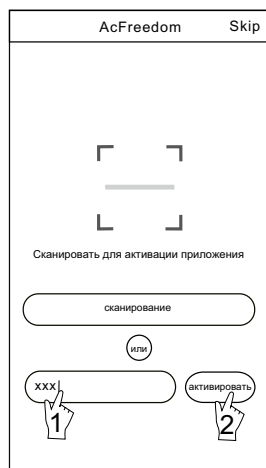

Рис. 4
2. Введите код активации (6364d) в поле с подсказкой «Введите код активации» (см. рис. 4).